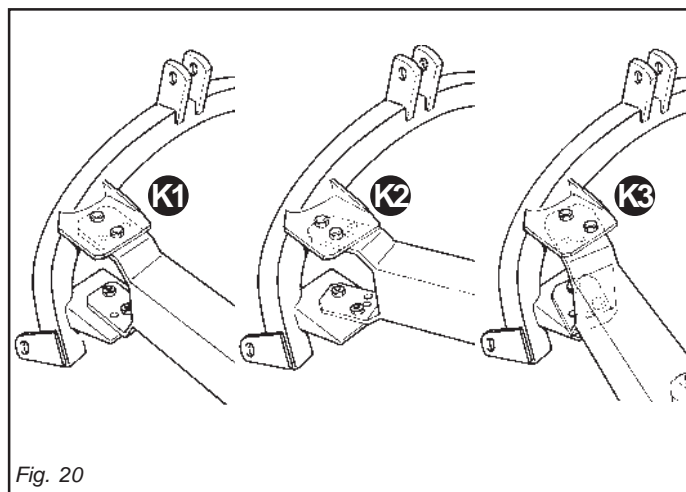

Fig. 20
- Anbau an normalen Schlepper, der für Mährbeiten verwendet wird (K1, Fig. 20);
- Anbau an einen großen Schlepper (K2, Fig. 20);
- Anbau an einen kleinen Schlepper oder einige Typen von Raupenschleppern (K3, Fig. 20).